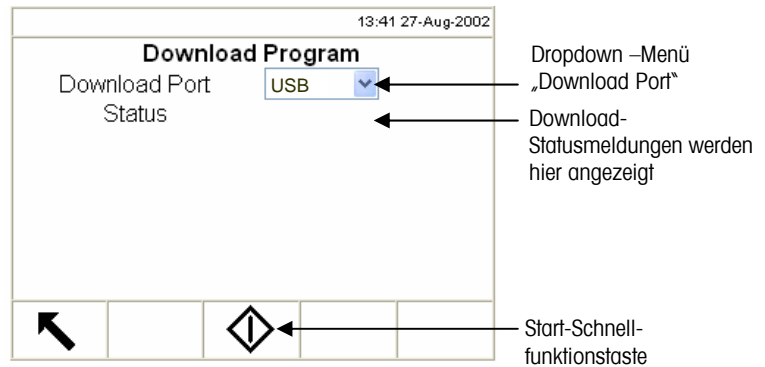

Abb. 4-2: Bildschirm „Download Program“ (Programm herunterladen)
8. Rufen Sie das Setup-Menü auf und wählen Sie Maintenance (Wartung) / Run (Ausführen) / Download (Herunterladen). Der Bildschirm „Download Program“ (Programm herunterladen) wird angezeigt (Abb. 4-2).